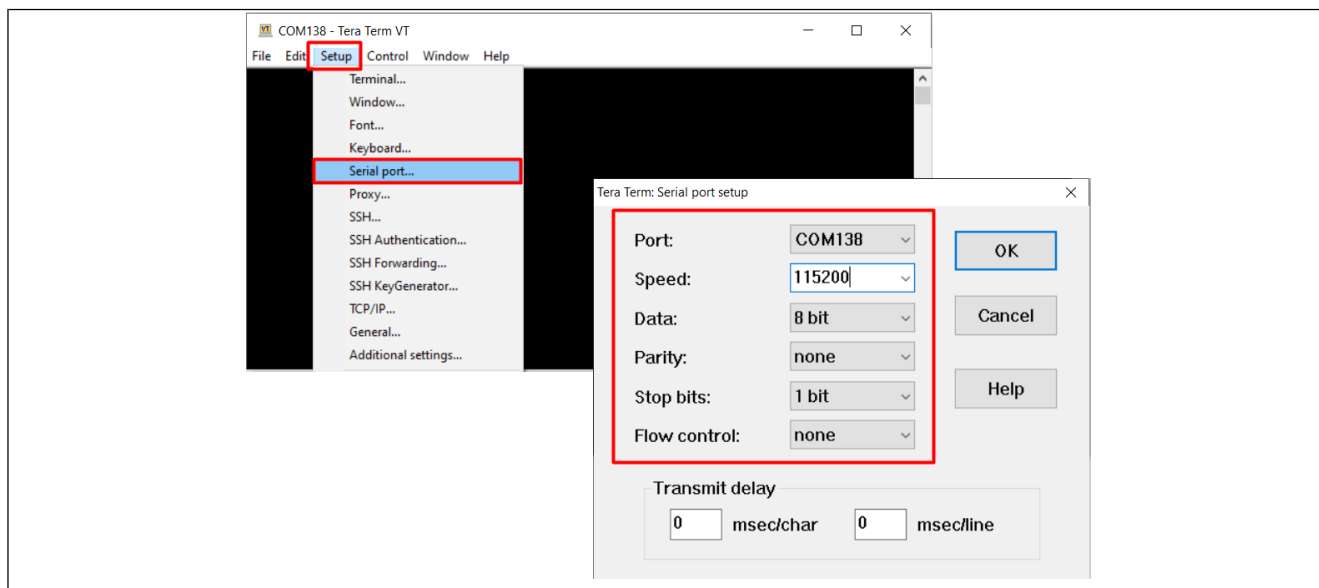

図62. Tera Termターミナルにおけるシリアルポートの設定
4. Setup>Serial Portを選択し、ボーレートおよびその他のシリアル通信パラメータを、プロジェクトの要件に合わせて設定します(図62)。